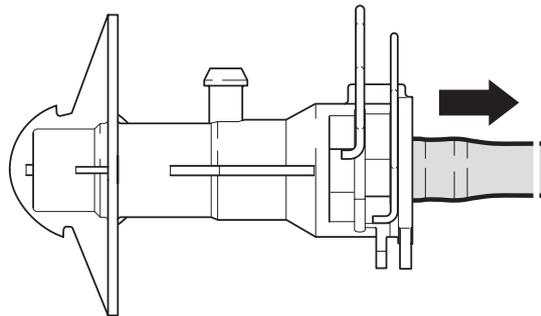

Fig. 6 : Lorsque le raccord est tiré et le clip ouvert, l'orifice de purge est ouvert
3. Tirer le conduit jusqu'à la butée (fig. 6)